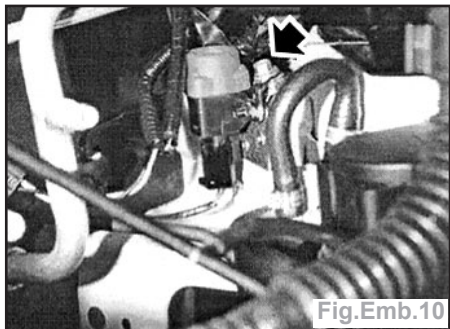

Fig.Emb.10
- Enlever le boulon maintenant le support du disjoncteur à inertie et mettre le disjoncteur sur le côté (Fig.Emb.10).